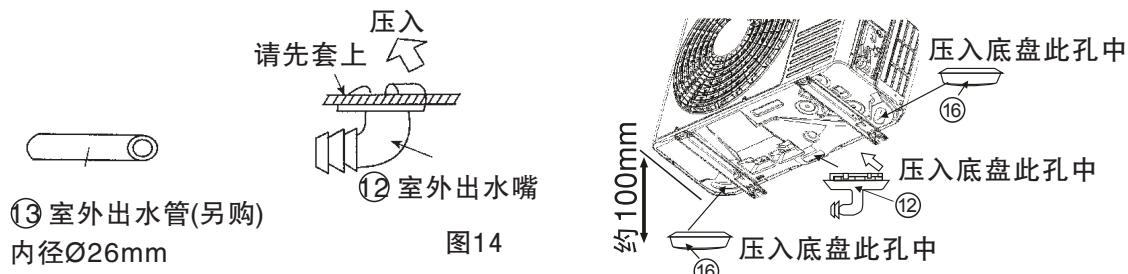

图14
- (1) 室外机的底座有冷凝水出水孔。(制热时室外机有冷凝水产生)
- (2) 请将机体在安装后，按图14所示将附件 ⑫ 安装在排水孔中。
- (3) 室外机请尽量水平安装，以确保冷凝水能顺利排出。
- (4) 若用户需要加长室外排水管 ⑬，请至经销商处购买。